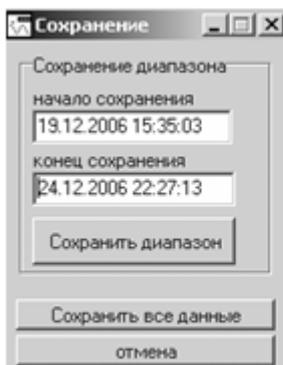

Рис.22
- Изменить значения диапазона в диалоговом окне (рис.22).